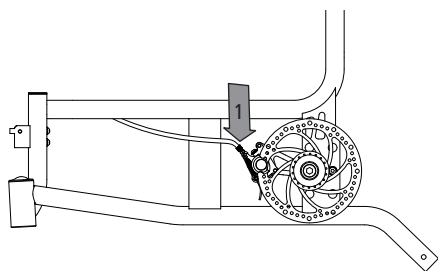

fig. 31
1. For at opnå en ensartet bremseeffekt, justeres bremsekraften på den pågældende justeringsskrue (venstre bremsecylinder / højre bremsecylinder) (1, fig. 31).